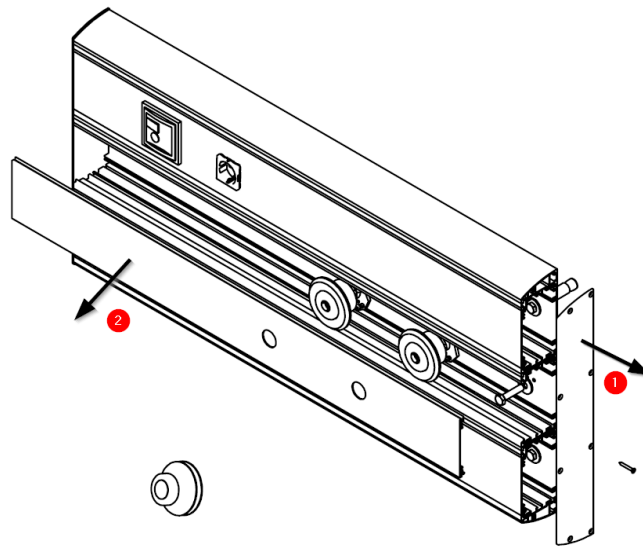

Fig.3 Retirada de testero lateral
En los casos en los que el equipo se ha solicitado con testeros en PVC deberá retirarse al menos un testero (1) antes de retirar la tapa del circuito de gases (2) (Véase Fig.3).